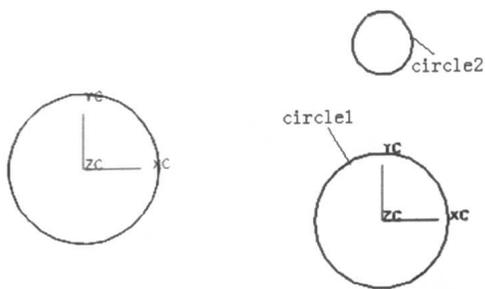

图 1-3 生成圆弧 2
(2) 用同样的方法以  $XC=0.0$ 、 $YC=52.0$ 、 $ZC=0.0$  为圆心做一直径  $D=18\text{mm}$  的圆 (circle2)，如图 1-3 所示。